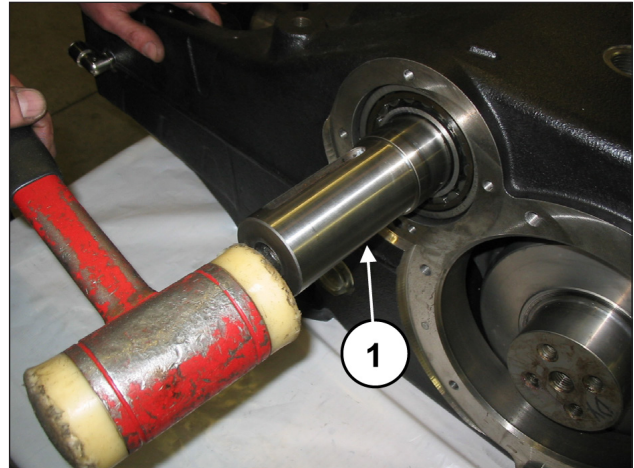

Abb. 31
Mithilfe eines Werkzeugs mit Schlagwerk (Pos. ①, Abb. 31) ziehen Sie die Zapfwelle wahlweise von einer der beiden Seiten heraus (Pos. ①, Abb. 32).